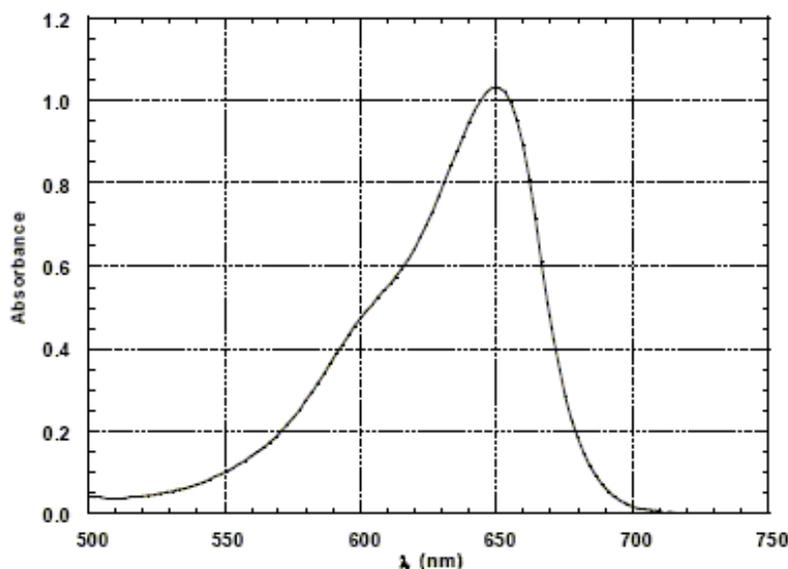

Figure 1 : Le spectre d'absorption en UV-visible du BM.
Le colorant utilisé dans ce travail est le bleu de méthylène. Le spectre d'absorption en UV-Visible (Figure 1) du BM a été obtenu par un balayage spectral, entre 500 et 800 nm, d'une solution de colorant à 60 mg/L.
3. Donner une petite interprétation du spectre UV- Visible (Figure 1) du colorant en précisant sa longueur d'onde maximale d'absorption ainsi que son absorbance.